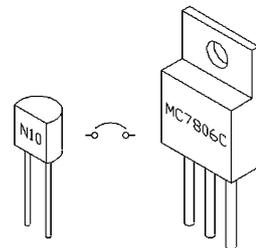

рис.6
3. Вместо плавких предохранителей могут применяться быстродействующие предохранители (рис.6) [1, с.64]. Характеристики предохранителей приведены в табл.1.